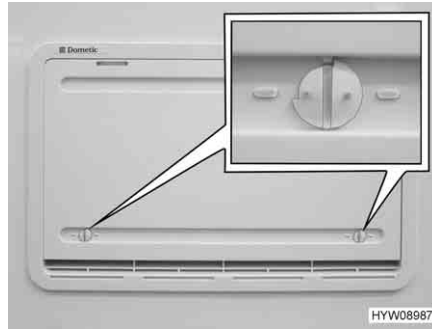

Fig. 193 Protection hivernale
Quand le réfrigérateur doit être utilisé à basses températures extérieures, le fabricant recommande d'employer une protection hivernale (Fig. 193) pour ses grilles d'aération du réfrigérateur.
- Ouvrir les deux dispositifs de verrouillage (Fig. 193) (la rainure est à l'horizontale).